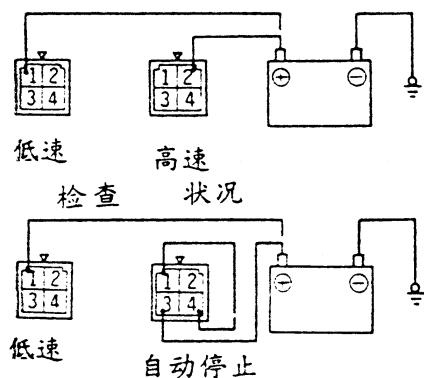

图 12-58 检查雨刷电机
(2) 检查间歇式雨刷继电器的间歇操作。连接组合开关电线接头，转动点火开关至 ACC 位置。③当雨刷开关转至 INT 时，检查间歇操作时间。配置间歇雨刷控制车型快速为约 2s；慢速为约 15s。
(3) 检查雨刷电机。在拆下雨刷电机接头后检查雨刷电机，此时雨刷电机应装在车身上。按图 12-58 所示将蓄电池线连接至雨刷电线接头上并检查雨刷电机高低速作用情况以及雨刷电机停止位置。雨刷电机在低速运转时，将蓄电池线移开并使电机停止运转。检查雨刷电机在低速运转后，是否停在自动停止位置。